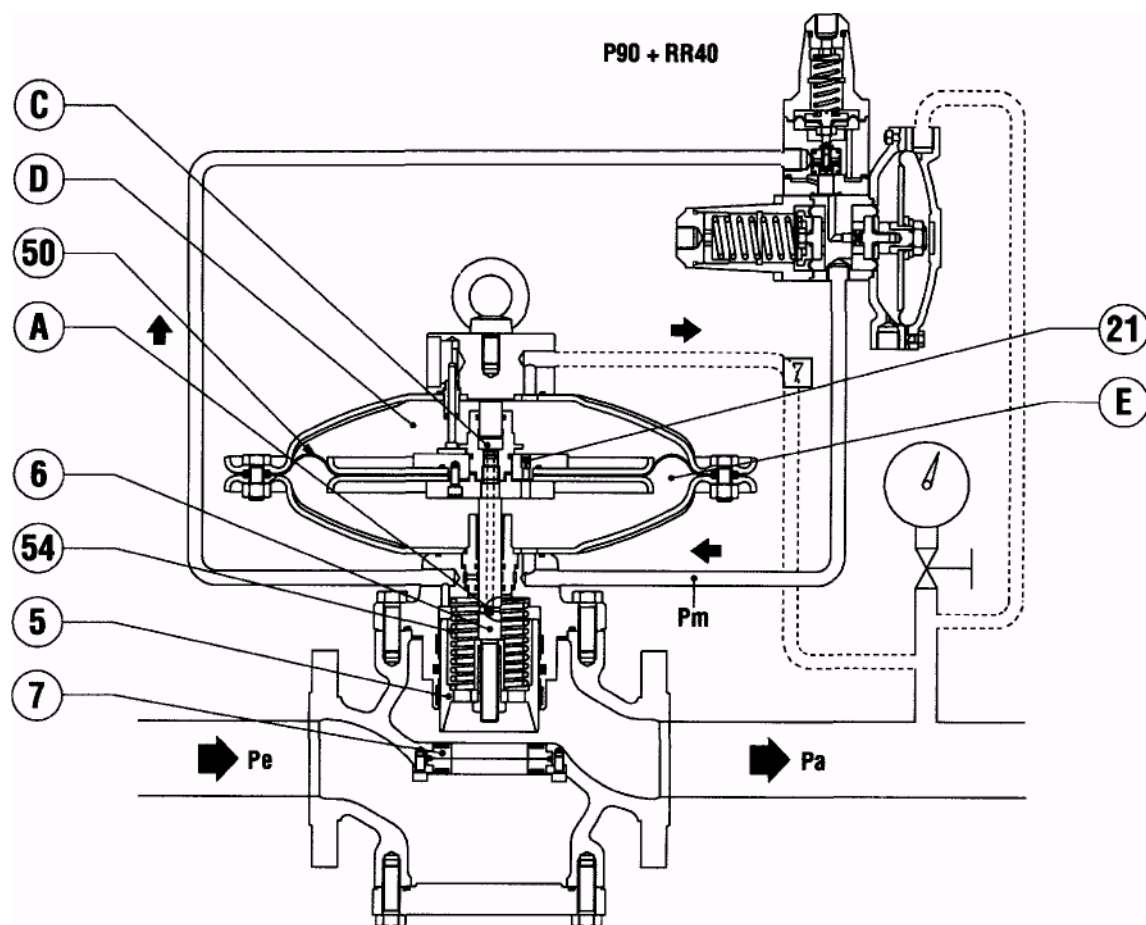

Рис. 1
1.2.1 РЕГУЛЯТОР С ПИЛОТОМ P...+RR40 (рис. 1)
Изменение настройки осуществляется путем вращения регулирующего наконечника 11; вращение по часовой стрелке вызывает увеличение P_m и следовательно регулируемого давления P_a ; при вращении против часовой стрелки - наоборот. Если, например, в ходе работы, имеет место уменьшение выходного давления P_a (по причине увеличения требуемого расхода или уменьшения входного давления) происходит нарушение равновесия подвижной группы 16 пилота, которая смещается, вызывая увеличение степени открытия запорной части 17. Как следствие также увеличивается значение командного давления P_m , которое, воздействуя в камере E из-под мембраны 50 (рис. 1), обуславливает смещение запорной части 5 вверх и следовательно открытие регулятора до